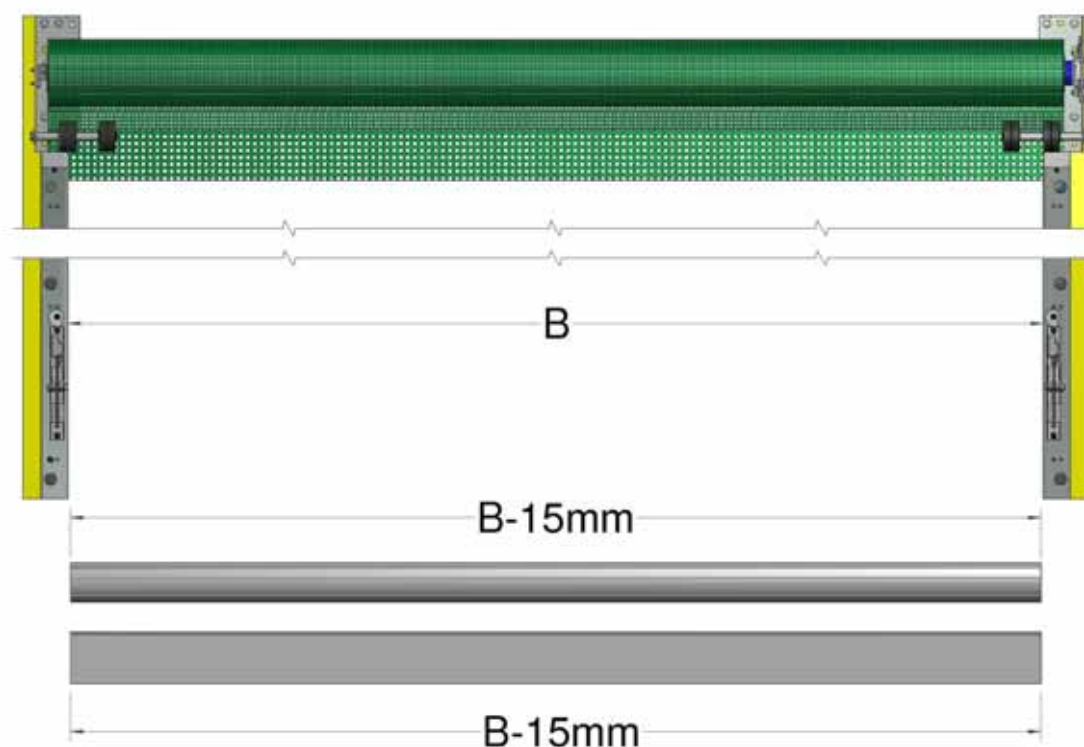

Figure 14a, couper à la longueur le tube inférieur et le volet inférieur
12. Découpe du tube inférieur et du volet (figure 14a) :